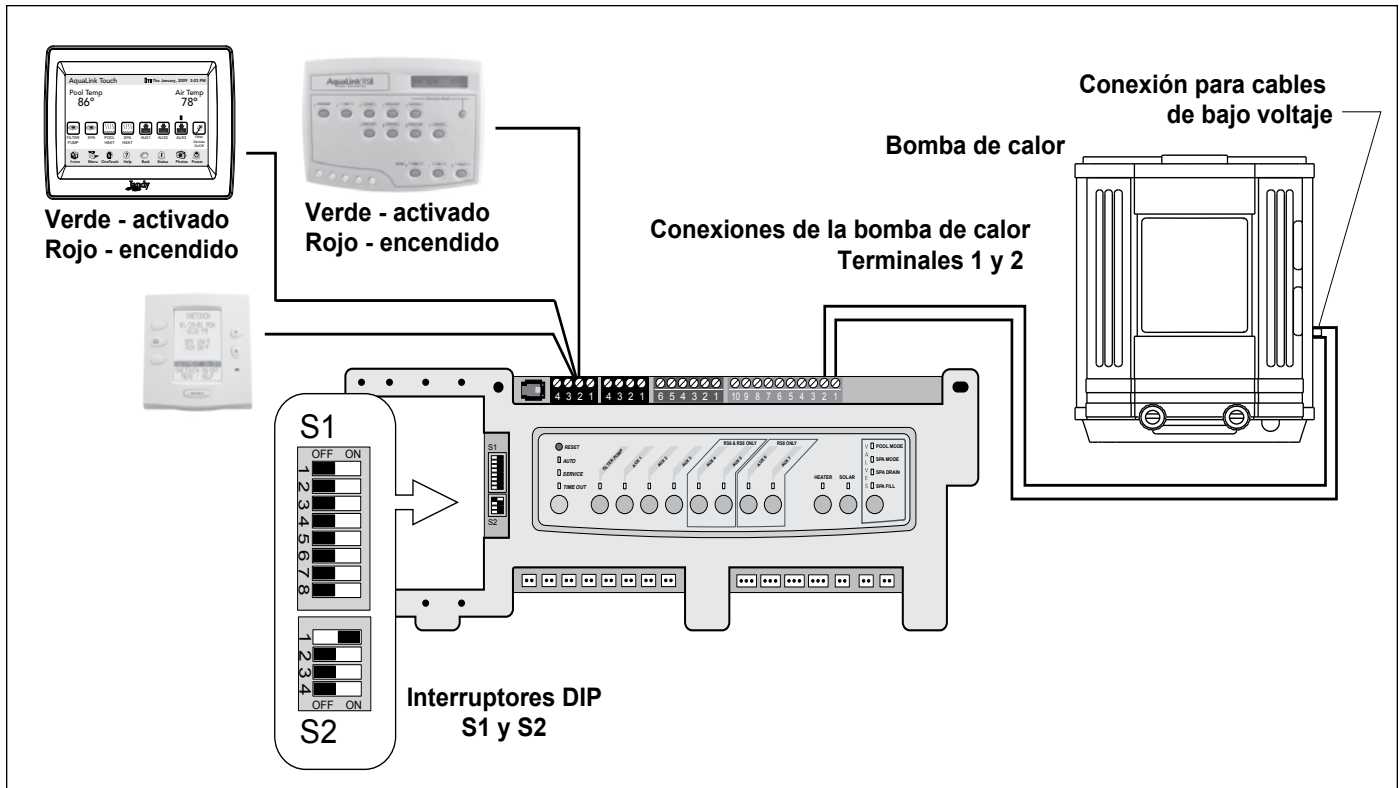

Figura 13. Cableado AquaLink RS a Bomba de Calor EE-Ti
3. Ponga el DIP S2-1 (el conector #1 del interruptor DIP de 4 posiciones) en la posición "ON" (Encendido) (véase la Figura 13).